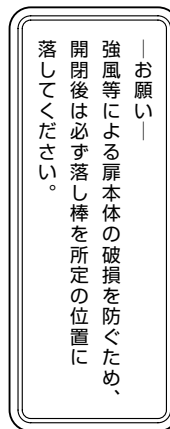

図2-2 注意シール
- 注意シールは通常使用時に見やすい面に配置してください。(図2-2参照)